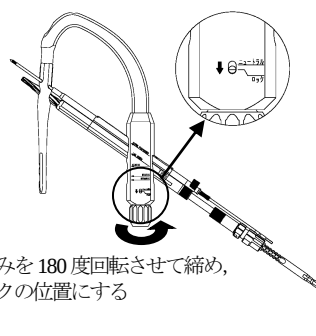

図7
- 6) ターゲットデバイスにラグスクリュー用スリーブを装着し、ステッブリーマーを通し、ネールのラグスクリューホールに干渉しないことをチェックします。ラグスクリュー用スリーブにエクストラ用スリーブ (外筒) 及びガイドピンスリーブ (内筒) を組み付け、3.2 ガイドピンがネールのエクストラホールを通過することをチェックします。スリーブは、ターゲットデバイスのつまみを 180 度回転させ、固定して下さい。 (図7)